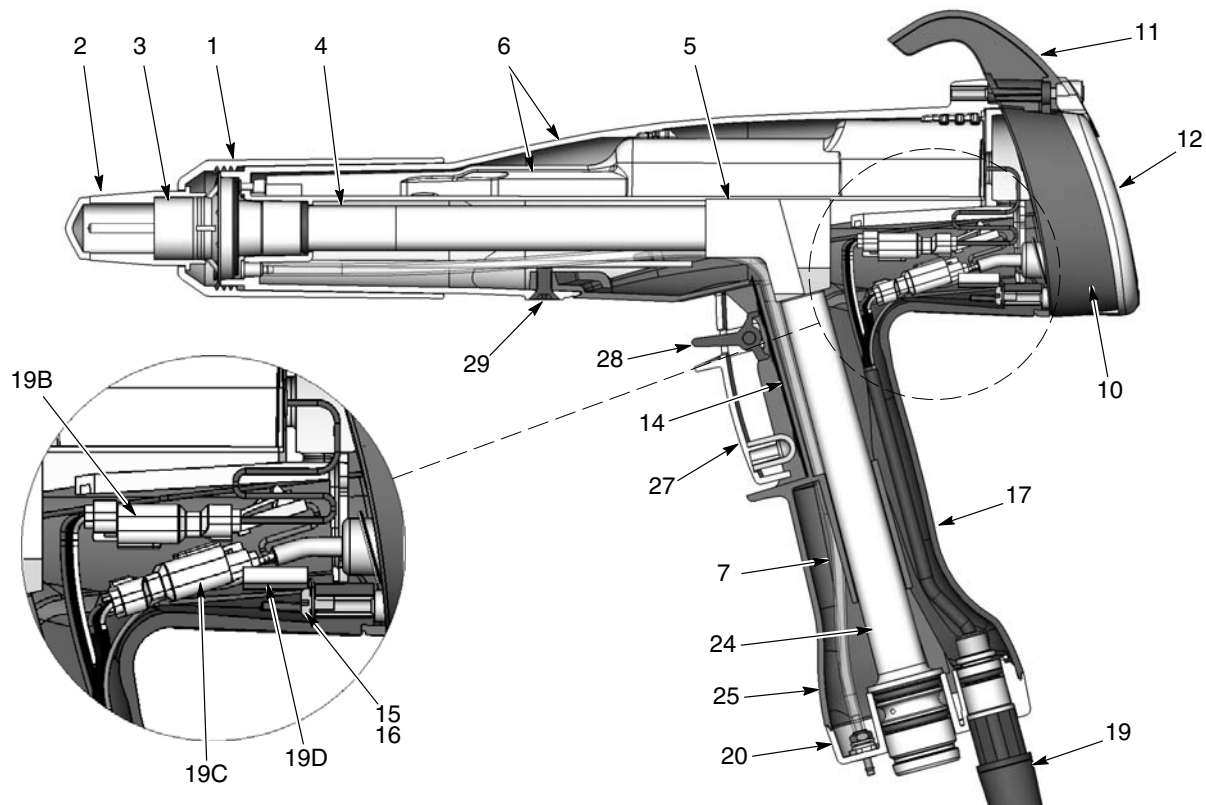

Figura 6-1 Vista in sezione della pistola a spruzzo (i numeri degli elementi in questa sezione corrispondono ai numeri degli elementi nella lista dei pezzi)
2. Vedi figura 6-1. Svitare il dado dell'ugello e rimuovere l'ugello e il gruppo elettrodo dalla pistola a spruzzo.